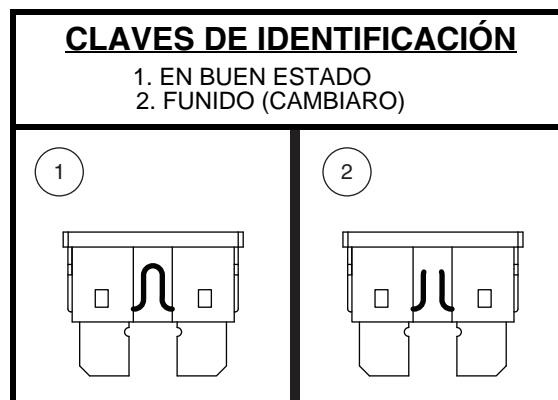

Figura 24. Cambio de fusible
2. Examine el fusible para comprobar si está fundido. **Ver la figura 24.**